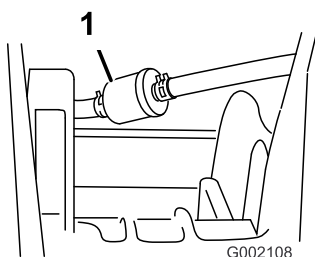

Figura 40
5. Retire las abrazaderas que sujetan el filtro de combustible a los tubos de combustible (Figura 40).